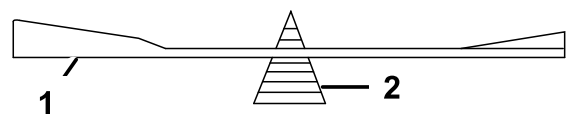

**Bild 48**
1. Schärfen Sie die Schnittkante an beiden Enden des Schnittmessers mit einer Feile (Bild 48).
**Hinweis:** Feilen Sie, wenn das Schnittmesser nicht ausgewuchtet ist, vom Flügelbereich des Messers etwas Metall ab (Bild 48).